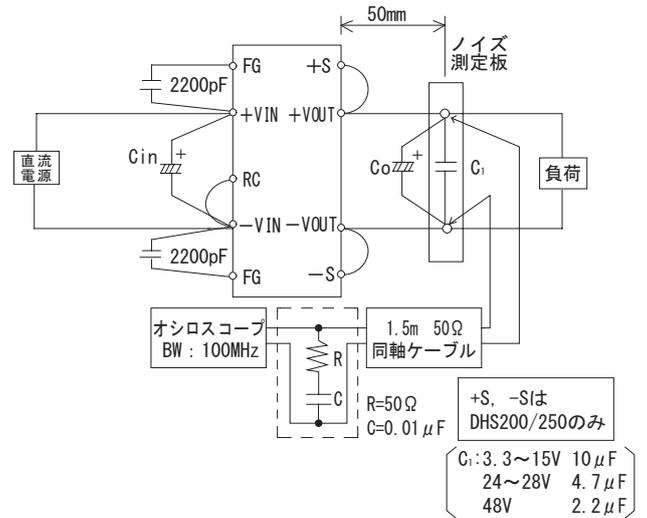

図2.5 電気特性の測定方法
■出力リップルおよびリップルノイズは、図2.5に規定する方法にて測定した値です。